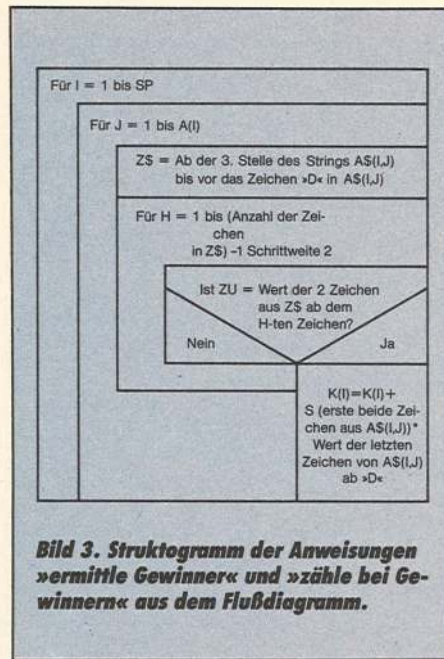

Bild 3. Struktogramm der Anweisungen »ermittle Gewinner« und »zähle bei Gewinnern« aus dem Flußdiagramm.
- 4000 - 4999 Auswertung (Bild 3)
In Bild 3 ist das zu diesen Anweisungen gehörende Struktogramm zu sehen.